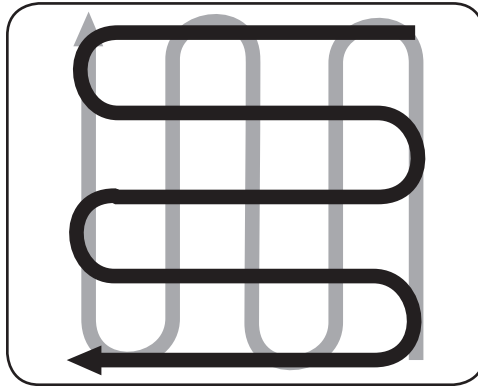

Figure 4-7
- Lorsque vous avez terminé de labourer dans un sens, effectuez un deuxième passage à un angle droit. Voir Figure 4-7. Chevauchez chaque passage pour de meilleurs résultats. Si le sol est très dur, il peut être nécessaire de passer trois ou quatre fois sur la même rangée pour ameublir le sol.